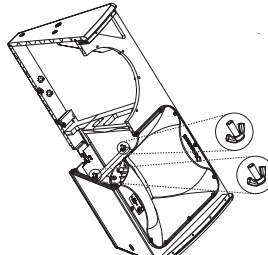

Fig. 3
4. Räck in genom basdrivkaviteten och lossa de två vingmuttrarna som håller fast kompressionsdrivarens hållare (fig 3).
10. Dra åt vingmuttrarna igen på kompressionsförarens hållarstöd (fig 3).